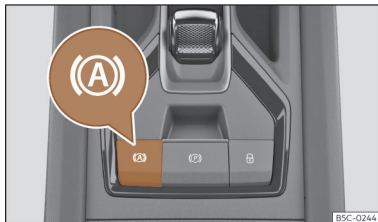

**Fig. 153** Na parte inferior da consola central: botão da função Auto Hold.
**(A)** A luz de controlo do botão **(A)** >>> **Fig. 153** permanece acesa enquanto a função Auto Hold estiver ligada.